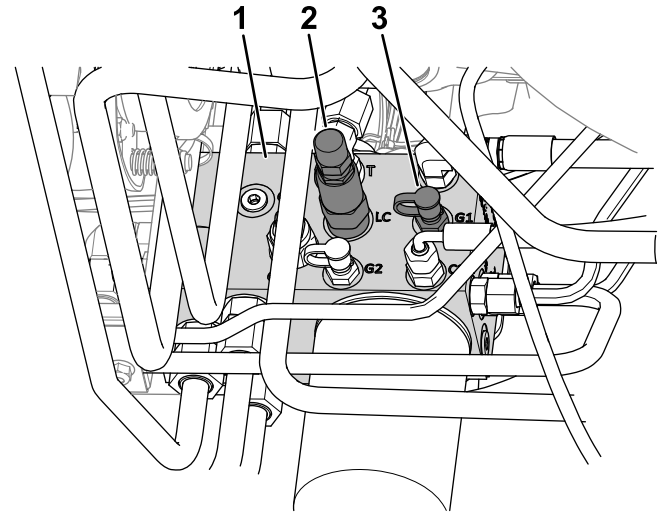

Figura 22
4. Conecte un manómetro al punto de prueba (marcado G1; consulte Figura 22).
2. Válvula de transferencia de peso (LC)
5. En el lateral del distribuidor de elevación, retire el tapón del punto de prueba (marcado G1; consulte Figura 22).
6. Afloje la contratuerca del extremo de la válvula de transferencia de peso (marcado LC; consulte Figura 22).